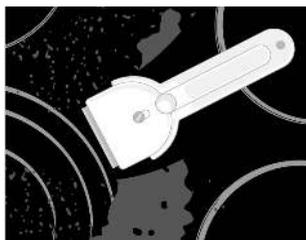
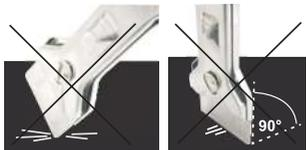

рис. 4
рис. 5
■ **Сахар и сладкие блюда** могут сильно повредить стеклокерамическую поверхность (рис. 5), поэтому во избежание повреждения поверхности немедленно удаляйте их с помощью скребка, даже если варочная поверхность еще не остыла (рис. 4).